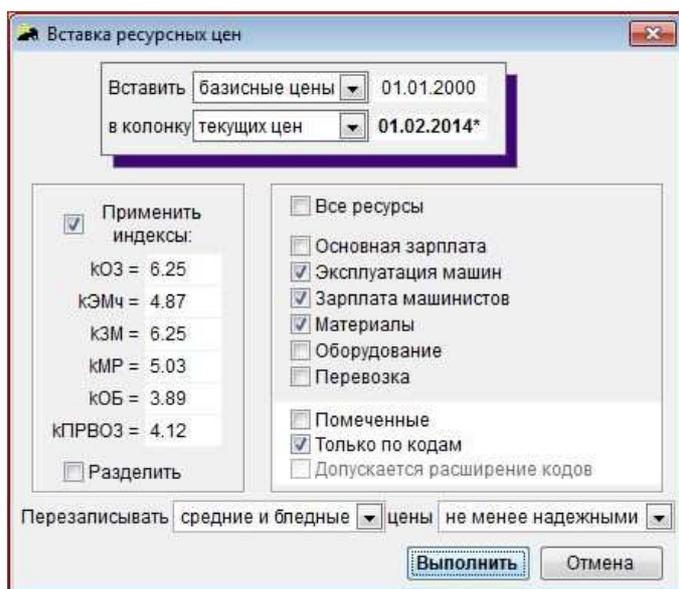

Рис. 1. Окно управления параметрами вставки цен
- Вставка цен производится в ресурсной смете при помощи одной из двух команд: нажатием на кнопку "Вставка цен" либо комбинацией клавиш Ctrl+V (Shift+Ins). Даже если плавающая кнопка "Вставка цен" удалена с экрана, клавишная комбинация Ctrl+V продолжает действовать. При этом на экране появляется диалоговое окно для управления режимом вставки (Рис.1):